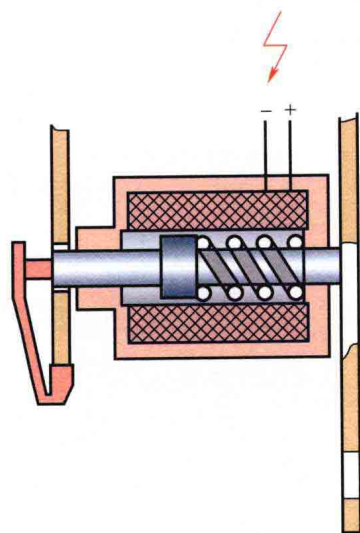

图2-5 变速杆开锁
② 变速杆开锁: 一旦打开点火开关, 并踩下制动踏板, 变速杆传感器系统控制模块J587激活换档互锁电磁阀N110, 就可以从P位锁止销孔拉出锁止销, 变速杆就可以移动到其他档位, 如图2-5所示。